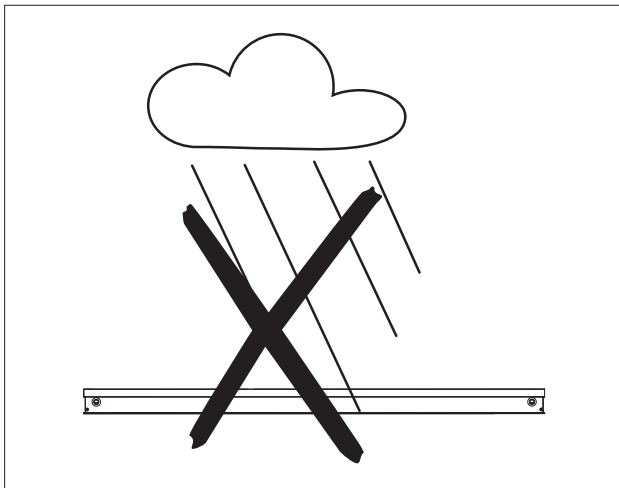

Abb. 7 Kollektor im Freien nicht flach auf den Boden legen
- Kollektoren im Freien nicht flach auf dem Boden lagern (Abb. 7).
- Zur Vermeidung unnötiger Druckverluste wird bei Kollektorfeldern ab 25 m² empfohlen, den Solarfühler nicht mehr im durchströmten Abgang zu positionieren sondern auf der gegenüberliegenden Seite an Stelle des Stopfens (siehe obere Verschaltung in Abb. 7).